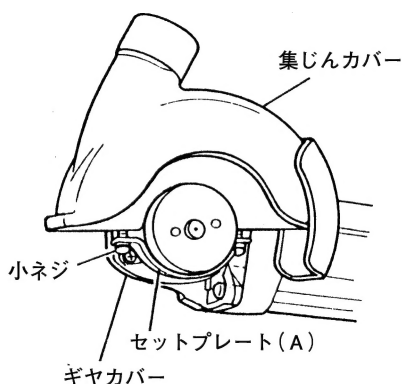

図 9
- (1) セットプレート (A) の小ネジ (2本) をゆるめ、ギヤカバーに取付けます。
- (2) 集じんカバーの角度を作業に合った位置にし、小ネジ (2本) を十分に締付け固定します。(図9)